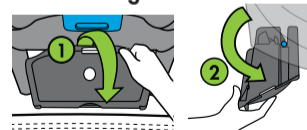

Figure 30
Saisissez le bord avant du bac DUA (1) et faites-le pivoter en l'éloignant du porte-bébé (2), comme indiqué sur la **Figure 30**.